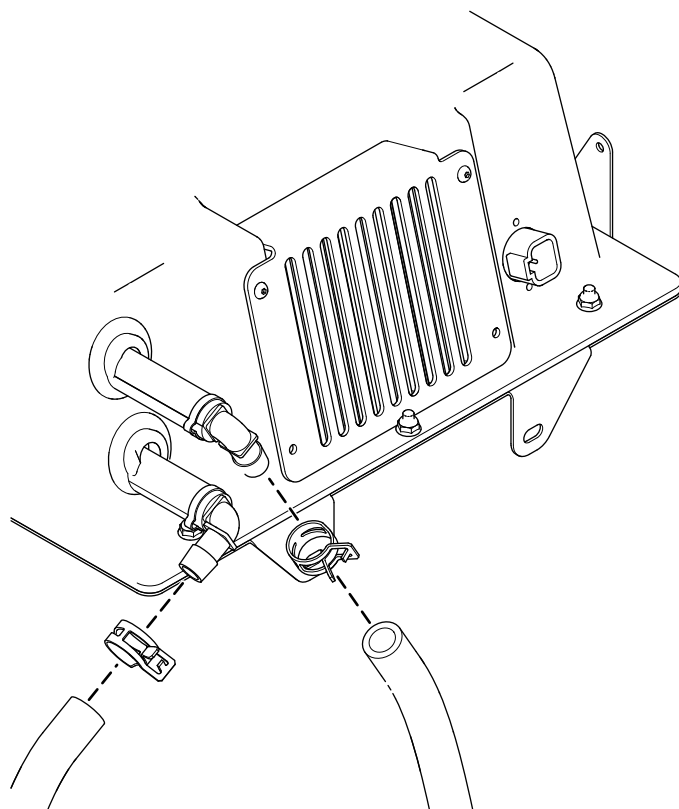

図 16
7. ヒーターボックス前面に冷却液ホース2本を取り付けるバンドクランプを使用して図 16のように取り付ける。